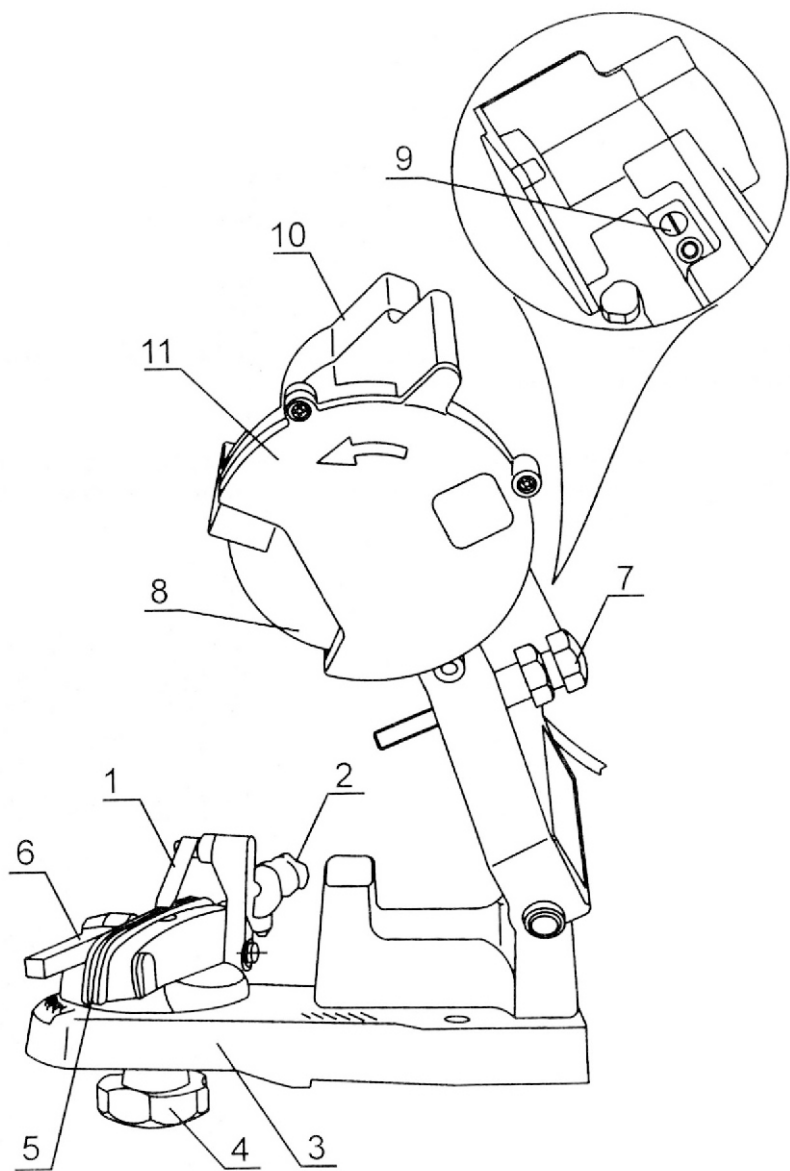

Рис. 1. Описание
2. ОПИСАНИЕ (рис. 1)
- Никогда не работайте со станком без кожуха 11 (рис.1), защищающего заточной диск.
- Всегда проверяйте заточной диск 8 (рис. 1), включив станок на 30–60 сек без контакта его с цепью.